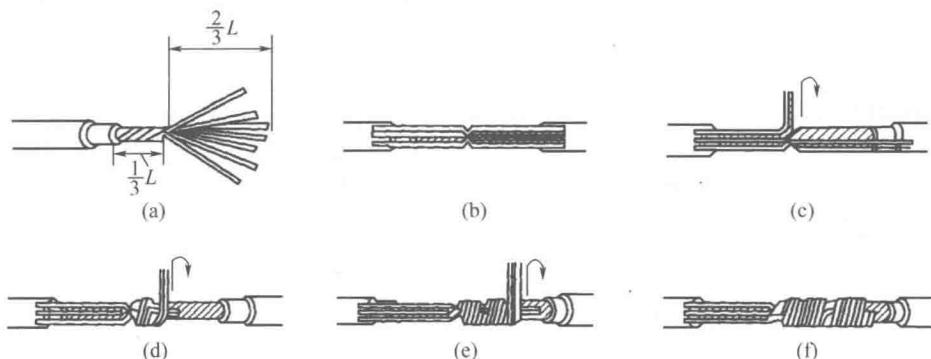

图 1-17 7 芯铜线的直线连接
(1) 先将剖去绝缘层的芯线头散开并拉直,然后把靠近绝缘层约  $1/3$  线段的芯线绞紧,接着把余下的  $2/3$  芯线分散成伞状,并将每根芯线拉直,如图 1-17(a) 所示。
(2) 把两个伞状芯线隔根对叉,并将两端芯线拉平,如图 1-17(b) 所示。
(3) 把其中一端的 7 股芯线按两根、三根分成三组,把第一组两根芯线扳起,垂直于芯线紧密缠绕,如图 1-17(c) 所示。
(4) 缠绕两圈后,把余下的芯线向右拉直,把第二组的两根芯线扳直,与第一组芯线的方向一致,压着前两根扳直的芯线紧密缠绕,如图 1-17(d) 所示。
(5) 缠绕两圈后,也将余下的芯线向右扳直,把第三组的三根芯线扳直,与前两组芯线的方向一致,压着前四根扳直的芯线紧密缠绕,如图 1-17(e) 所示。
(6) 缠绕三圈后,切去每组多余的芯线,钳平线端,如图 1-17(f) 所示。
(7) 除了芯线缠绕方向相反,另一侧的制作方法与图 1-17 相同。